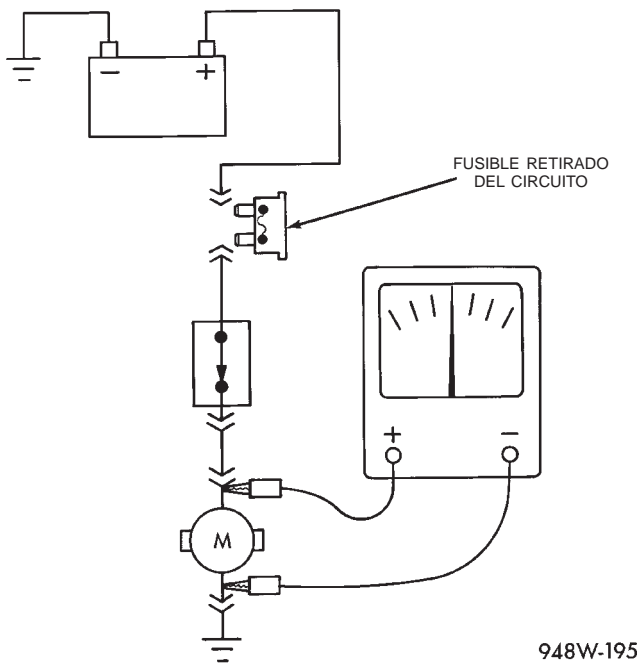

Fig. 7 Prueba de continuidad
- (1) Retire el fusible del circuito que está siendo verificado o desconecte la batería.
- (2) Conecte un conductor del ohmiómetro a un lado del circuito que está siendo verificado (Fig. 7).